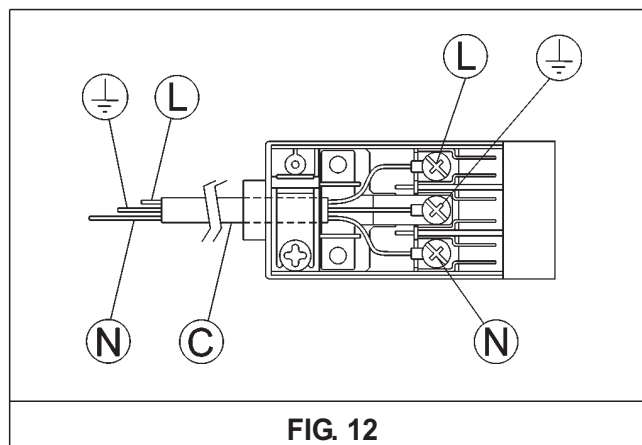

FIG. 12
- aplique no cabo de alimentação "C", se não a possuir (veja fig. 12), uma ficha normalizada adequada à carga indicada na etiqueta de características.
- Efectue a ligação dos pequenos cabos conforme indicado no esquema da fig. 12 e respeitando todos os avisos enumerados a seguir.